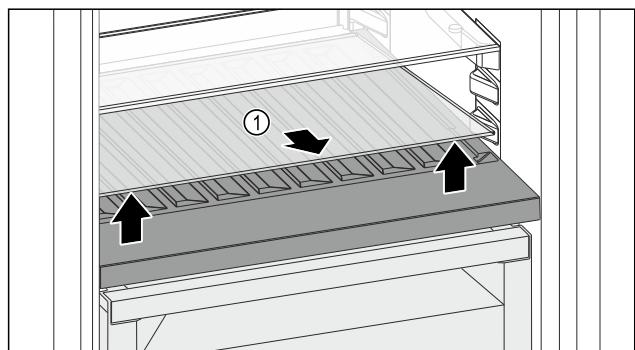

Fig. 141
- Повдигнете стъклена плоча Fig. 141 (1) при прореза отпред и извадете.
- Съхранявайте стъклена плоча Fig. 141 (1) на сигурно място извън уреда.